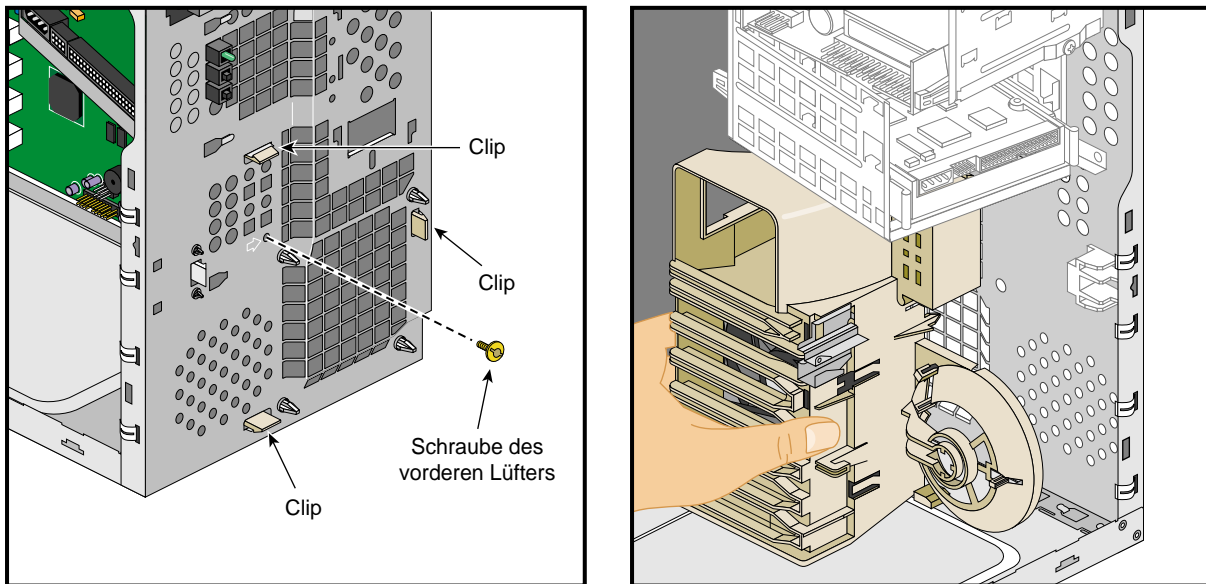

Abbildung 2-14 Lösen der Schraube und der Löseclips des vorderen Lüfters
3. Lösen Sie die Schraube des vorderen Lüfters von der Frontabdeckung. Abbildung 2-14 zeigt die Lage der Schraube.
4. Lösen Sie die drei Löseclips (siehe auch Abbildung 2-14), indem Sie nacheinander auf die Clips drücken. Halten Sie den Kunststoffrahmen des Lüfters dabei im Gehäuse fest.